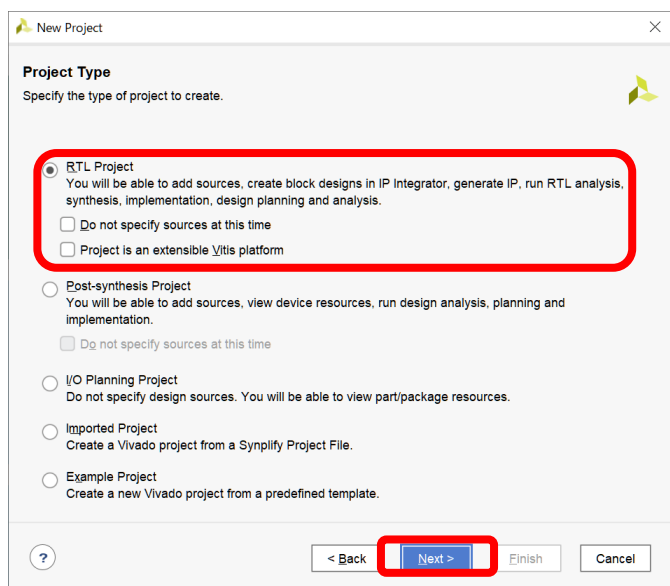

図 11.5 プロジェクトの作成および論理合成の手順 4
4) 「RTL Project」を選択する(図 11.5)。